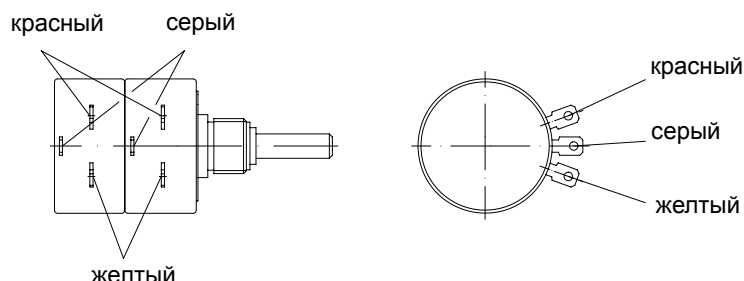

Рис. 13
- Плоский штекер серого провода из кабеля потенциометра подключите к средним контактам, красный провод - к верхним контактам, а желтый - к нижним контактам потенциометра (рис. 13).